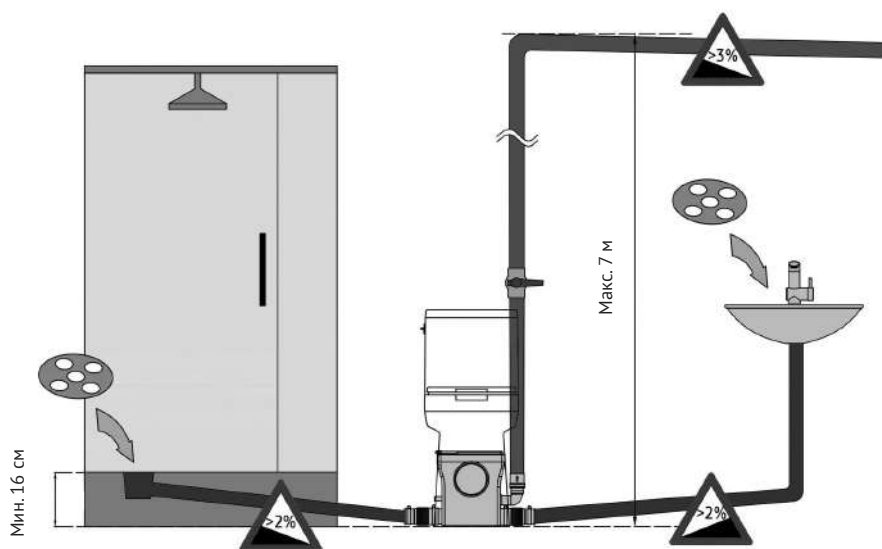

Рисунок 5 – подключение сантехнических приборов и напорного трубопровода к НС
Диаметр канализационных труб, использующихся для отвода стоков от сантехнических приборов, должен быть не менее диаметра боковых входов (40 мм). Горизонтальные участки труб в сторону насосной станции должны иметь уклон не менее 2 %. При присоединении к станции душевой кабины, расстояние от сливного отверстия поддона кабины до поверхности, на которой установлена станция, должно быть не менее 16 см (см. рисунок 5).
Рекомендуется выполнять соединения на трубопроводе неразъемными, чтобы повысить надежность системы. Важно также предусмотреть шаровой запорный кран на напорном трубопроводе, чтобы упростить процесс обслуживания и демонтажа КНС (см. рисунок 5).
- горизонтальные участки должны иметь уклон не менее 2 %, т.е. на каждый метр по горизонтали труба поднимается на 2 см по вертикали (см. рисунок 5);